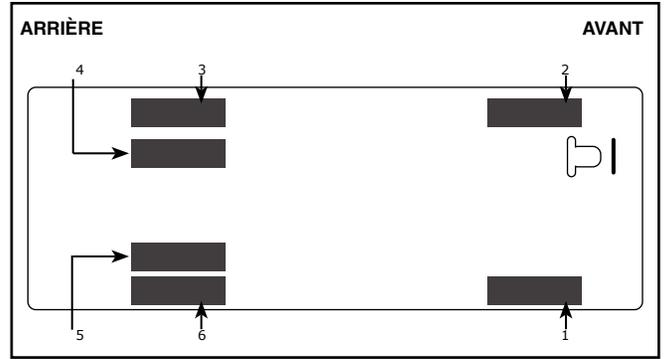

Figure C10 - Initialisation des capteurs
- Initialiser tous les capteurs. Commencer avec le pneu avant de côté droit. Continuer dans le sens antihoraire. Il y en a 6 capteurs en tout. See Figure C10.